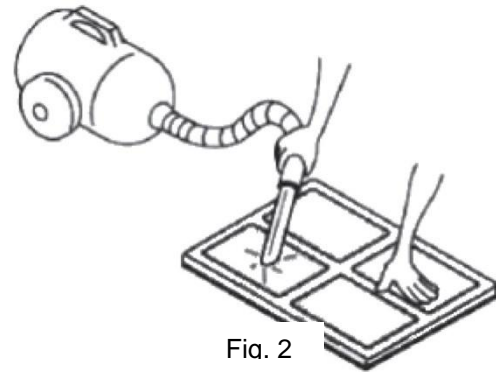

Fig. 2
- 3.3. Verwijder vervolgens de zwarte rubberen stop bij het aftappunt voor de condensatieslang en til ook de zwarte rubberen stop op! (Zie Fig. 2)
- Je kunt het luchtfilter het beste voorzichtig schoonmaken onder lauw water of met een stofzuiger op een lage stand (zuigkracht). (Zie Fig. 2)